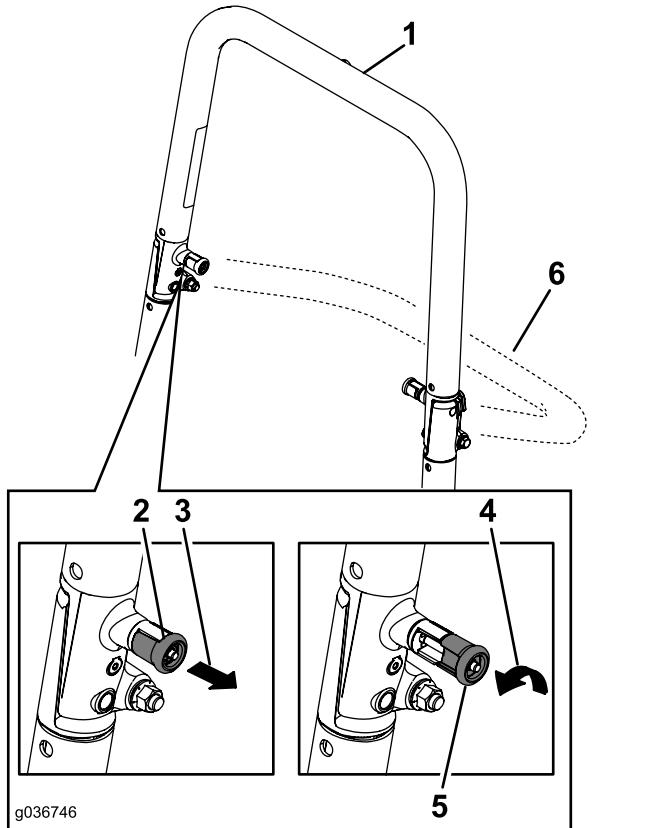

Figura 9
2. Tire de ambos pomos hacia fuera y gírelos 90 grados para desengranarlos (Figura 9).
3. Baje la barra anti-vuelco (Figura 9).
4. Para elevar la barra anti-vuelco, suba la barra a la posición de uso y gire los pomos para que se introduzcan parcialmente en las ranuras (Figura 9).
5. Eleve la barra antivuelco a la posición vertical, presionando sobre la parte superior de la misma; las clavijas encajarán en cuanto se alineen con los orificios (Figura 9).